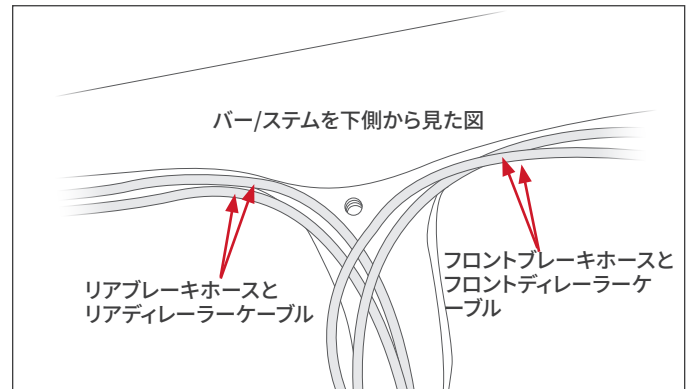

図 1
2. ケーブルが正しく配置されていることを確認します（ケーブルはステム裏側で交差します）。図 1を参照してください。